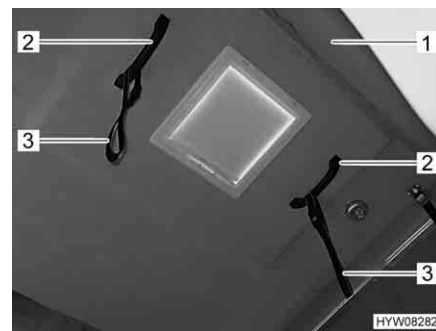
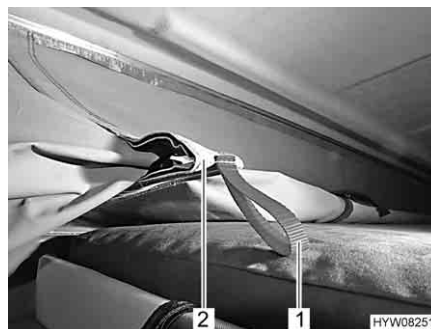

Fig. 20 Maniglia sul tetto a soffietto
Fig. 22 Dispositivo di inserzione
- Spingere il tetto a soffietto (Fig. 20,1) completamente verso l'alto mediante le maniglie (Fig. 20,2).
- Tirare lentamente verso il basso il tetto a soffietto (Fig. 20,1) tenendolo per le maniglie (Fig. 20,2) o le cinghie ausiliarie (Fig. 20,3) fino a che il tetto a soffietto rimane autonomamente in questa posizione. Prestare attenzione a che i dispositivi di inserzione laterali (Fig. 22,2) si pieghino verso l'interno.
- Tirare il tessuto della tenda per i passanti (Fig. 22,1) del dispositivo di inserzione (Fig. 22,2) verso l'interno.